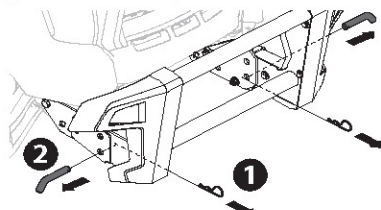

Figura 57
1. Retire los cuatro tornillos hexagonales (a) que fijan el paragolpes delantero. Vea la Figura 57.
1. Quite los dos pasadores de chaveta, y luego tire de los pasadores. Consulte la Figura 57.